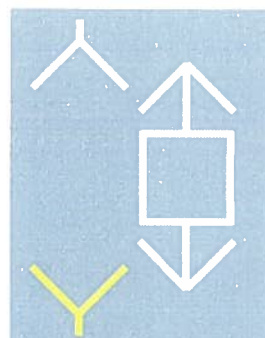

Fig. 7.41
- Lipsă tensiune pe un pol și prezența stării „legat la pământ” pe celălalt pol (fig. 7.41).